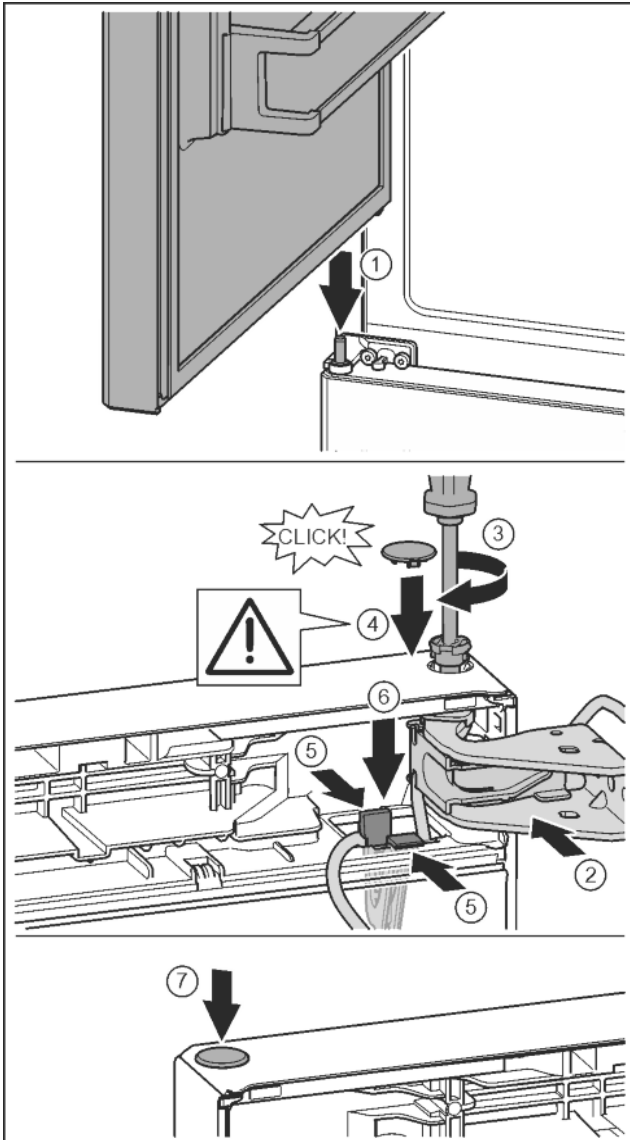

Fig. 34
- ▶ Obere Tür auf mittleren Lagerbolzen setzen *Fig. 34 (1)*
- ▶ Tür oben zur Öffnung im Lagerbock ausrichten. *Fig. 34 (2)*
- ▶ Bolzen einsetzen und mit Schraubendreher T15 festschrauben. *Fig. 34 (3)*
- ▶ Sicherungsabdeckung zur Sicherung der Tür montieren: Sicherungsabdeckung einsetzen und kontrollieren ob sie auf der Tür aufliegt. Ansonsten Bolzen vollständig einsetzen. *Fig. 34 (4)*
- ▶ Halter mit daran befestigtem Kabel in Öffnung einsetzen. Dabei muss die Lasche mit der längeren Öffnung nach vorne zeigen. *Fig. 34 (5)*
- ▶ Halter nach unten drücken bis die Lasche einrastet. *Fig. 34 (6)*
- ▶ Stopfen einsetzen. *Fig. 34 (7)*